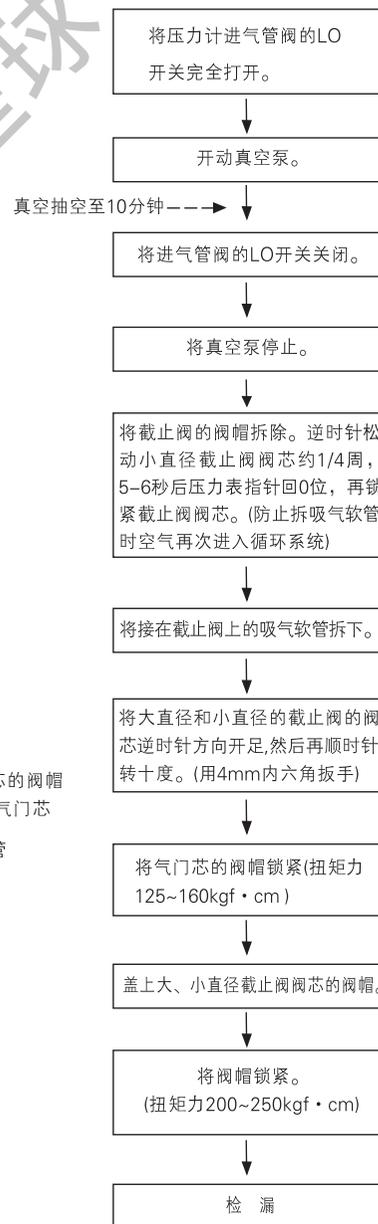

图 23
(3) 在截止阀与管的喇叭口处涂少许润滑油，然后按图23所示拧紧纳嘴。
(4) 按图23所示用扳手牢固地将纳嘴扳紧，扭矩力按表(5)规定执行。